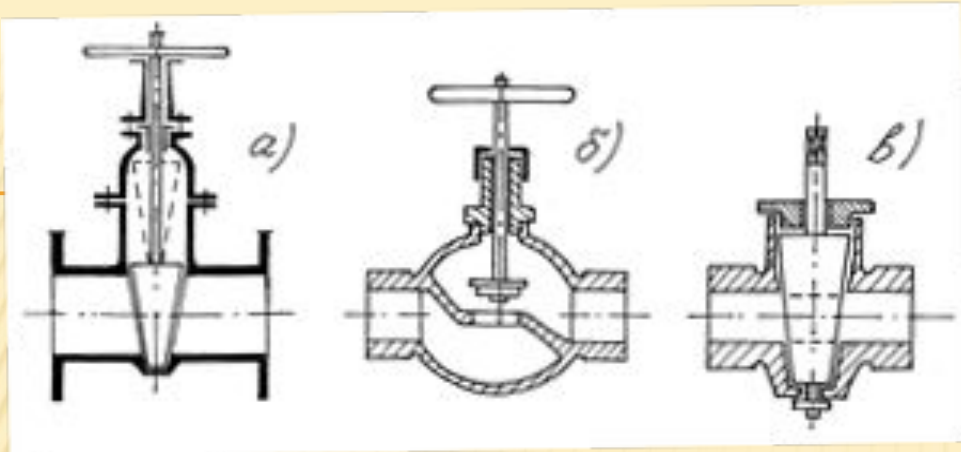

Рисунок 5.4.
- В качестве запорно-регулирующей арматуры в системах отопления чаще всего используются задвижки, вентили, пробковые краны и трехходовые краны (рисунок 5.4).